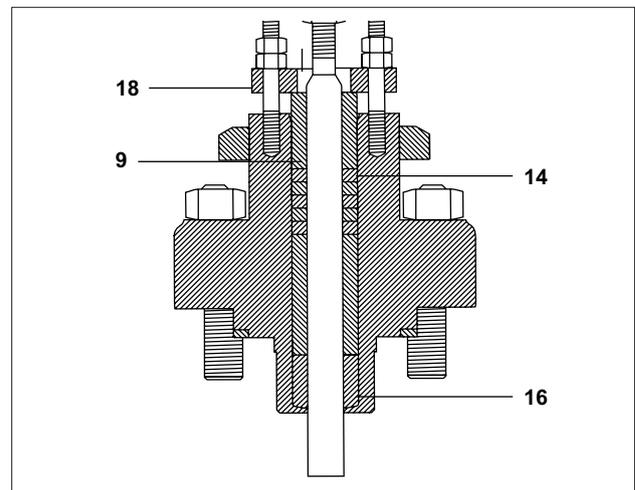

Bild 7: Graphit
- Die untere Führung (16 – Bild 7) herausnehmen.
Hinweis: die untere Führungsbuchse (9 – Bild 7) wird mit der Rundung nach unten eingesetzt.
- Auf das Gewinde des Stopfbuchsmutter (18 – Bild 7) etwas Schmiermittel aufbringen und sie dann mehrere Drehungen in das Ventiloberteil reindrehen ohne dass die Stopfbuchspackung komprimiert wird. Zu diesem Zeitpunkt reicht es, wenn die Stopfbuchspackung lose angezogen ist.
- Die Stopfbuchsmutter (18 – Bild 7) muss erst fest angezogen werden, wenn das Oberteil – wie in Kapitel 4.6 beschrieben – korrekt befestigt worden ist.
- Die Ventilspindel (Bild 7) „raufziehen“ und um 120° drehen. Die Ventilspindel langsam in den Sitz zurückschieben und auf Zeichen des Widerstands achten. Diesen Vorgang 3-mal wiederholen.